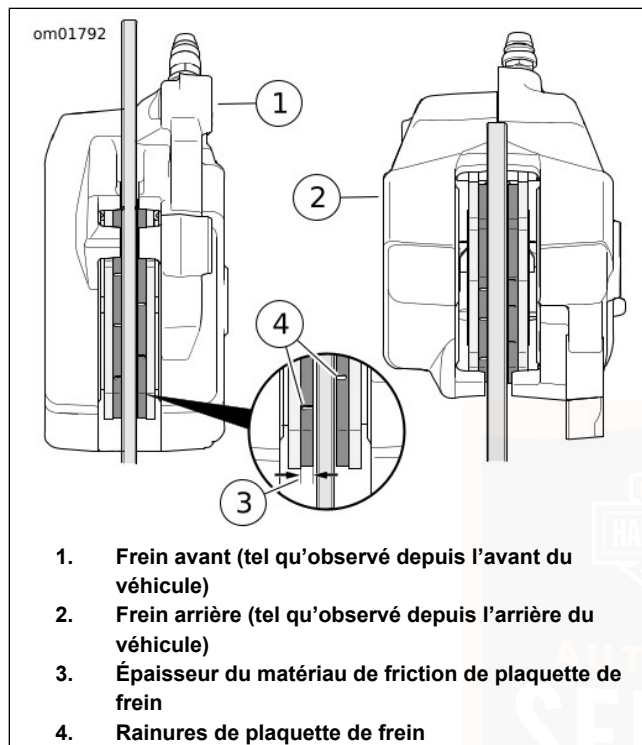

Figure 81. Matériau de friction de plaquette de frein
1. Voir Figure 81. Vérifier le disque de frein à mesure qu'il tourne. Le disque doit rester centré dans l'étrier de frein.